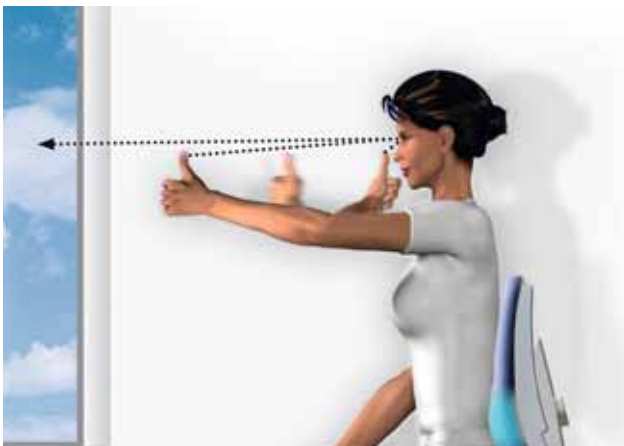

Fig. 17: exemple d'un exercice de relaxation des yeux: fixez votre pouce, puis avancez-le lentement vers votre nez. Reculez-le ensuite.
- Former et instruire les travailleurs concernant des exercices de posture et de relaxation pour les yeux et le corps (fig. 17 et 18). Les exercices peuvent éventuellement faire partie intégrante du descriptif de tâches.